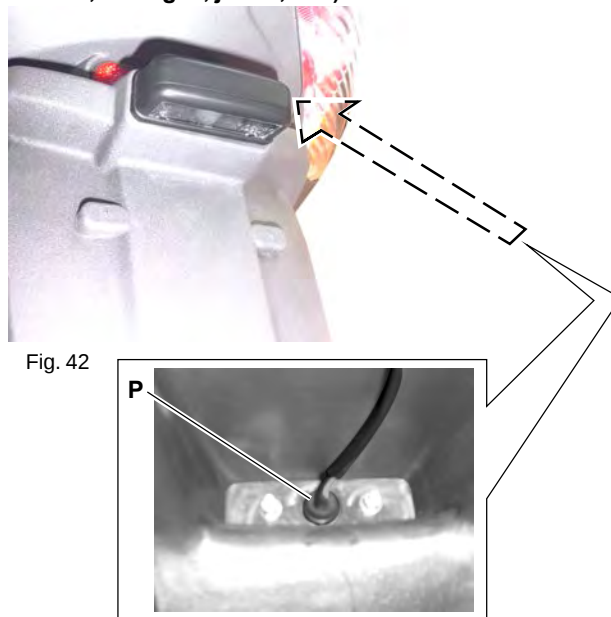

Fig. 42
- extraire la douille en caoutchouc (P - Fig. 42) accessible à travers la cavité du garde-boue arrière